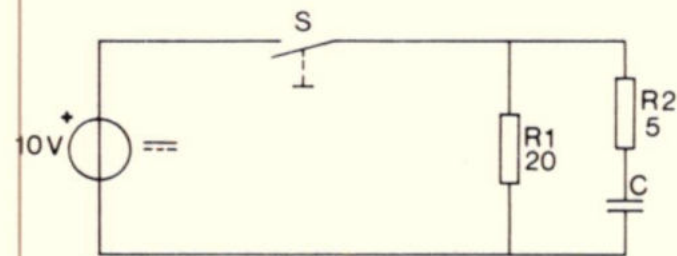
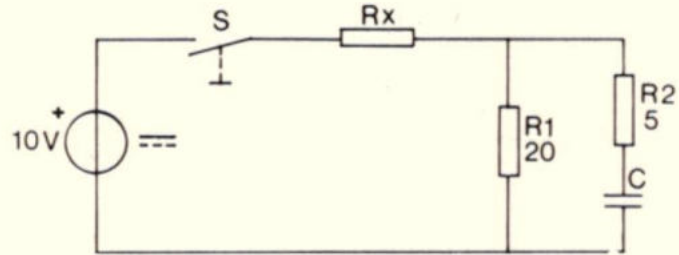

Fig. 7.
Fig. 8.
8. In de schakeling van fig. 7 wil men door middel van een kleine serie weerstand R_x de inschakelstroom door de schakelaar beperken. Hierdoor ontstaat de schakeling van fig. 8. Vóór inschakeling is C steeds ongeladen.